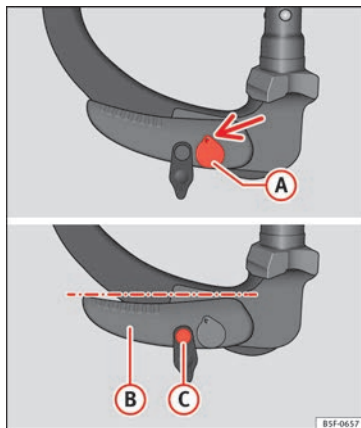

Fig. 228 Posición de reserva: posición de la palanca y el perno de desbloqueo
- La llave (A) » fig. 228 se encuentra en la posición desbloqueada (la parte agujereada de la llave se muestra hacia arriba).
- La palanca (B) » fig. 228 se encuentra en la posición inferior.
- Se puede mover el perno de desbloqueo (C) » fig. 228.